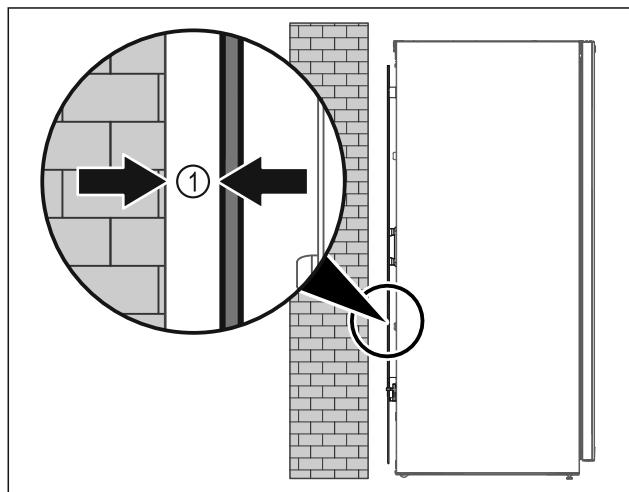

Fig. 8
- Zariadenie inštalujte voľne v priestore alebo priamo na stenu v minimálnej vzdialosti 5 mm Fig. 8 (1).